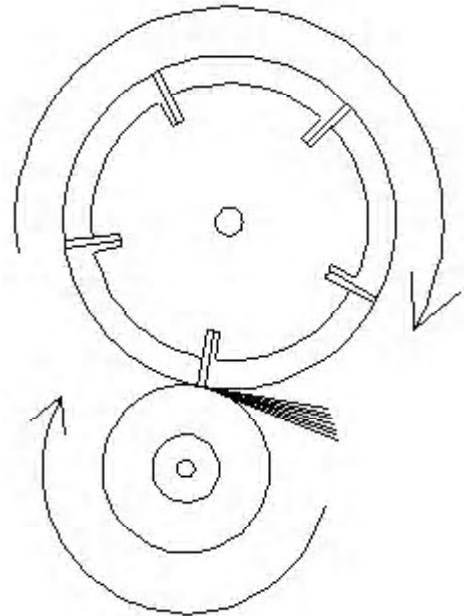

Figure 22
Après que le cylindre ait été aligné et la conicité ait été ajustée, vous êtes maintenant prêt à affûter le cylindre. Fermer les portes de garde avant et arrière. (La meule et le moteur rotatif ne fonctionneront que si les portes sont fermées.) Positionner le sélecteur d'affûtage/rectification à la position affûtage. Allumer le moteur d'affûtage et l'interrupteur du moteur d'entraînement de la rotation. Régler la vitesse de rotation à environ 200 T/M (Reportez-vous au t/m de l'entraînement rotatif à la page précédente). S'assurer que la vitesse de rotation soit la même que la meule - dans le sens horaire (CW) vue du côté droit. Voir la figure 22.